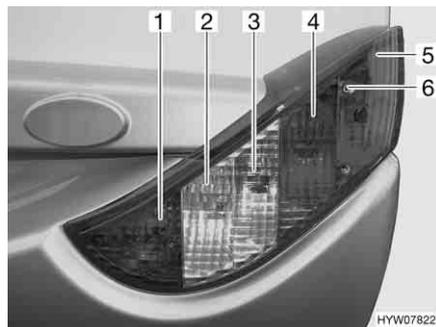

Fig. 228 Luci posteriori (lato anteriore)
- Svitare le tre viti ad esagono cavo (Fig. 228,6)